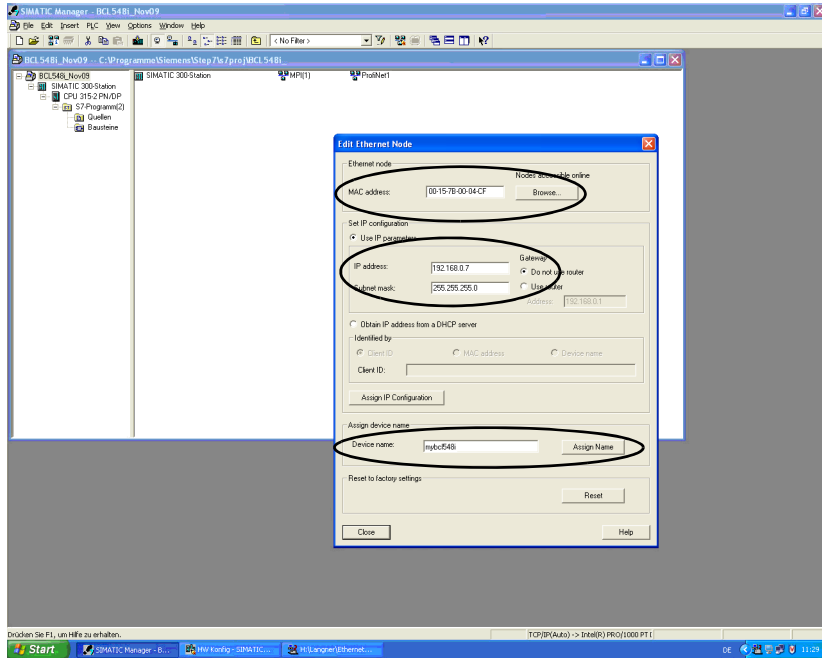

Figure 10.3 : Adresse MAC - adresse IP - nom d'appareil individuel
- Affectation des noms d'appareil aux appareils IO configurés (figure 10.3...)